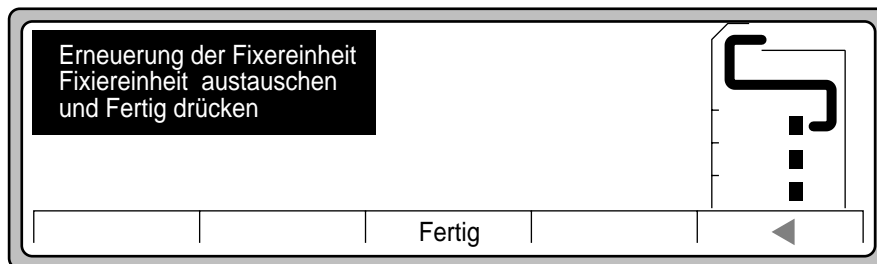

Abbildung 4-33 Anleitungen zur Fixiereinheit
6. Drücken Sie Wahl, um Anleitungen zur Fixiereinheit anzuzeigen (siehe Abbildung 4-33).